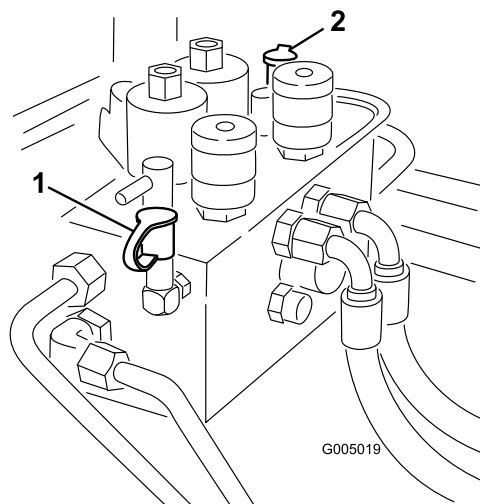

Figure 80
2. La prise d'essai B (Figure 80) est utilisée dans les contrôles de dépannage du circuit hydraulique des plateaux de coupe avant.
3. La prise d'essai B (Figure 80) est utilisée dans les contrôles de dépannage du circuit hydraulique des plateaux de coupe arrière.